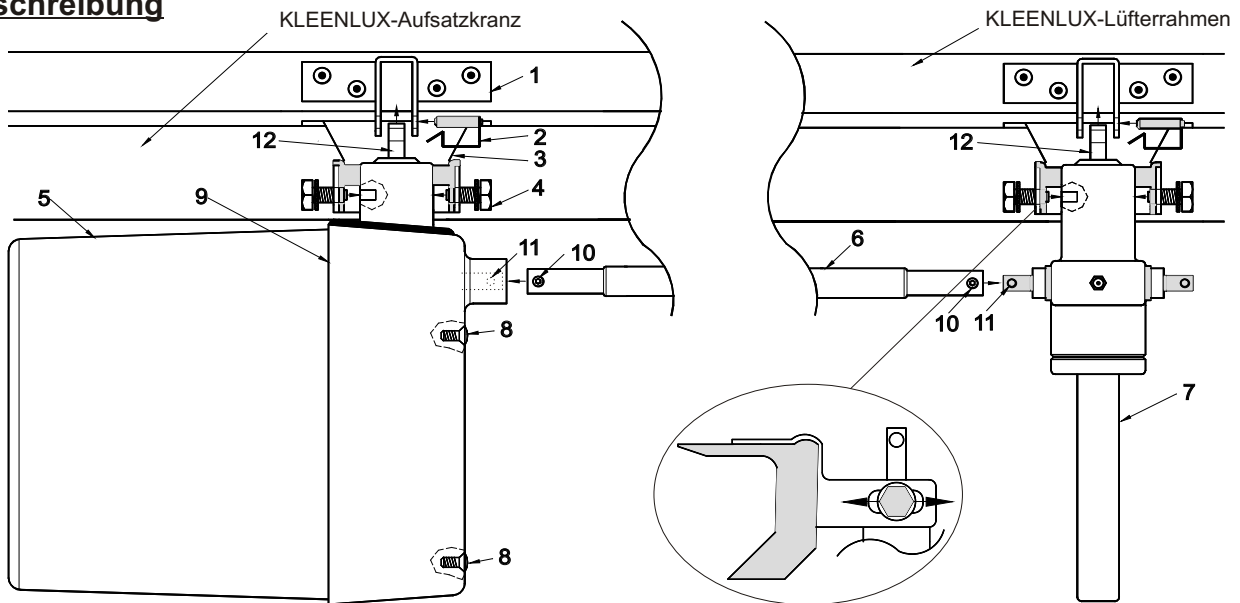

Abb. 1: Einbau des Spindeltriebs.
- ❶ Ziehen Sie bei beiden Lüfterrahmen-Konsolen (Abb. 1, Pos. 1) den Messing-Bolzen (Abb. 1, Pos. 2) so weit heraus, dass er nur noch an einem Bügel der Konsole fixiert ist.
- ❷ Drehen Sie bei beiden Aufsatzkranz-Konsolen (Abb. 1, Pos. 3) die Schrauben (Abb. 1, Pos. 4) heraus und entfernen die Transportsicherung bzw. bei nachträglicher Umrüstung die vorhandenen mechanischen Spindeltriebe. Drehen Sie anschließend die gelösten Schrauben mit den Fächerscheiben um ca. 2-3 Umdrehungen wieder ein.
- ❸ Drehen Sie bei beiden Spindeltrieben die innere Spindel (Abb. 1, Pos. 12) bis zum Anschlag nach unten. Hängen Sie den elektr. Spindeltrieb (Abb. 1, Pos. 5) ein und ziehen anschließend die losen Schrauben leicht an.
- ❹ Schieben Sie die Verbindungswelle (Abb. 1, Pos. 6) bis zum Anschlag in den eingebauten Spindeltrieb, stecken den mechanischen Nebenantrieb (Abb. 1, Pos. 7) auf das andere Ende der Verbindungswelle und hängen diesen ein. Ziehen Sie anschließend die losen Schrauben leicht an. **ACHTUNG:** Stift-
schrauben (Abb. 1, Pos. 10) und Einkerbungen auf den Wellenaufnahmen (Abb. 1, Pos. 11) müssen übereinander liegen!
- ❺ Lösen Sie die Schrauben (Abb. 1, Pos. 8) am Gehäuse des Spindeltriebs, schieben den rechten Gehäuseteil (Abb. 1, Pos. 9) auf die Verbindungswelle und ziehen die Stiftschrauben (Abb. 1, Pos. 10) an beiden Enden der Verbindungswelle fest an. Schrauben Sie anschließend den Gehäuseteil (Abb. 1, Pos. 9) wieder an.
- ❻ Drehen Sie bei geschlossener Lichtkuppel auf beiden Seiten die innere Spindel (Abb. 1, Pos. 12) so weit heraus, dass der Messing-Bolzen (Abb. 1, Pos. 2) durch Lüfterrahmen-Konsole und Bohrung der inneren Spindel geschoben werden kann. **ACHTUNG:** Der Messing-Bolzen muss am Konsolenbügel einrasten!
- ❼ Der Drehpunkt beider Spindeltriebe ist durch Verschieben in der Aufsatzkranz-Konsole (siehe Abb. 1, Ausschnitt) so einzustellen, dass die Spindeltriebe über den gesamten Öffnungsweg nicht gegen Verkleidungsteile o.ä. stoßen.
- ❽ Ziehen Sie nach Beendigung der Einstellarbeiten die Schrauben (Abb. 1, Pos. 4) bei beiden Aufsatzkranz-Konsolen fest an.